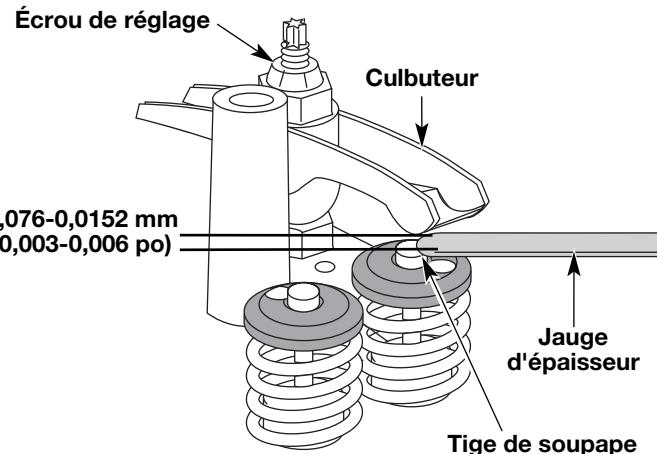

**Fig. 37**
9. Glissez la jauge d'épaisseur entre le culbuteur et le ressort de rappel de la soupape. Mesurez le jeu entre la tige de soupape et le culbuteur (Fig. 37). Faites-le pour les soupapes d'admission et d'échappement.
LL l'écart de jeu recommandé pour l'admission et l'échappement est de 0,076 – 0,152 mm (0,003 – 0,006 po). Servez-vous d'une jauge d'épaisseur d'automobile standard de 0,127 mm (0,005 po). La jauge d'épaisseur devrait pouvoir glisser entre le culbuteur et la tige de soupape en rencontrant une faible résistance mais sans coller (Fig. 37 et 38).